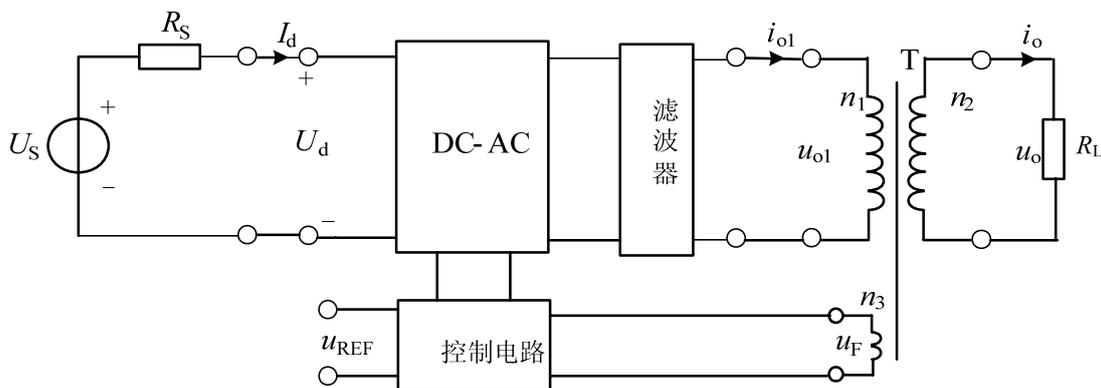

图 1 并网发电模拟装置框图
设计并制作一个光伏并网发电模拟装置，其结构框图如图 1 所示。用直流稳压电源 U_S 和电阻 R_S 模拟光伏电池， $U_S=60V$ ， $R_S=30\Omega\sim 36\Omega$ ； u_{REF} 为模拟电网电压的正弦参考信号，其峰峰值为 2V，频率 f_{REF} 为 45Hz~55Hz；T 为工频隔离变压器，变比为 $n_2:n_1=2:1$ 、 $n_3:n_1=1:10$ ，将 u_F 作为输出电流的反馈信号；负载电阻 $R_L=30\Omega\sim 36\Omega$ 。
- 7. 制作时应合理设置测试点（参考图 1），以方便测试。